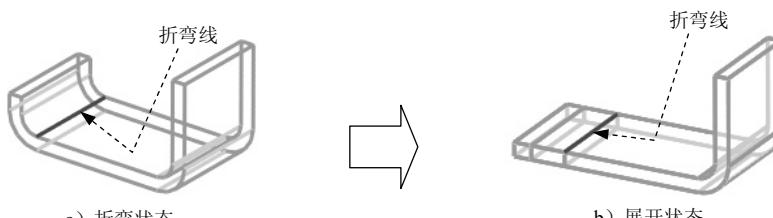

图 4.1.7 外模线轮廓
- ◆ **外模线轮廓**选项：在展开状态时，折弯线位于折弯半径的第一相切边缘，如图4.1.7所示。